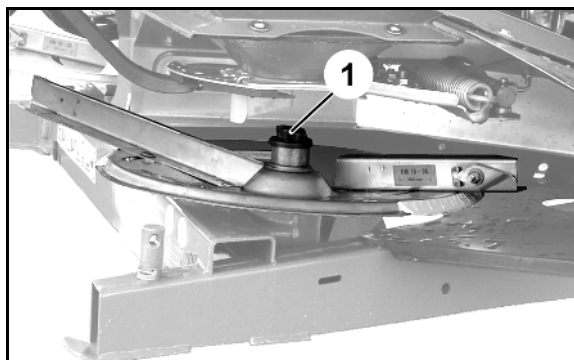

Рис. 40
Для точной настройки без использования инструмента отдельных распределяющих лопастей на каждом распределяющем диске расположены две различающиеся, характерные шкалы (Рис. 40/1 и Рис. 40/2) angeordnet.
- Более короткой лопасти (Рис. 40/3) соответствует шкала (Рис. 40/1) со значениями от 5 до 28, а более длинной лопасти (Рис. 40/4) шкала (Рис. 40/2) со значениями от 35 до 55.
- Найдите для короткой распределительной лопасти (Рис. 40/3) установочное значение на указателе (Рис. 40/5).
- Найдите для длинной распределяющей лопасти (Рис. 40/4) установочное значение на указателе (Рис. 40/6).
- Перевод распределяющих лопастей на большее числовое значение шкалы (Рис. 40/1 или. Рис. 40/2) ведет к увеличению рабочей ширины захвата.